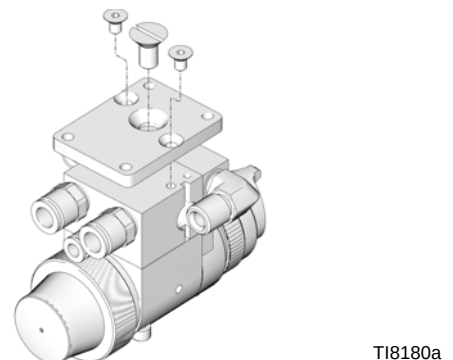

ABB. 5: Nachrüst-Adapterplatte
1. Die Adapterplatte mit den drei dem Satz (ABB. 5) beiliegenden Schrauben am Verteiler anbringen.